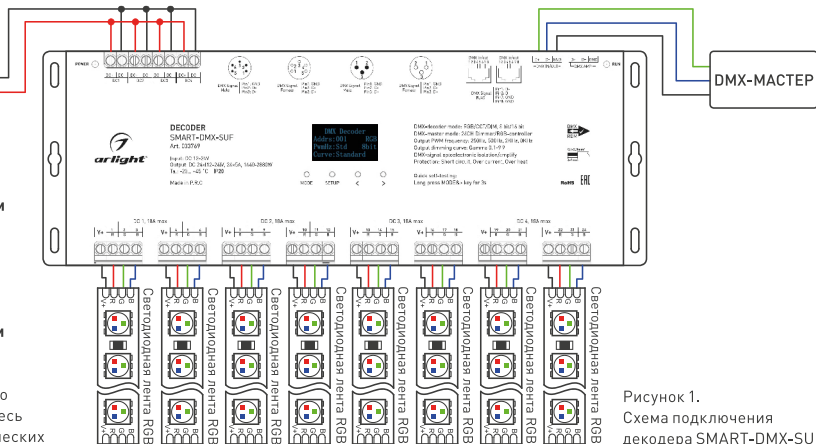

Рисунок 1.
- 3.2. Подключите декодер согласно схеме (рисунок 1).